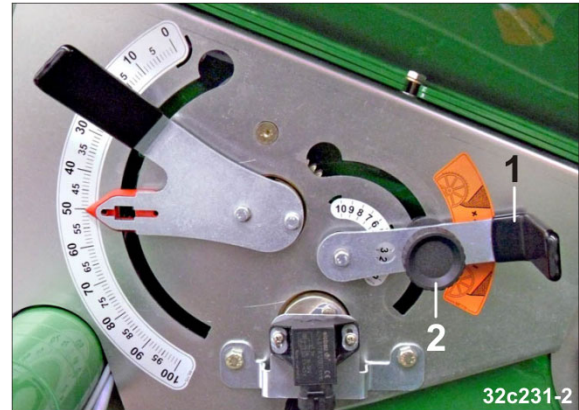

Fig. 168
1. Indstil såsædsspældet med håndtag (Fig. 168/1). Den foreløbige indstillingsværdi fremgår af tabellen (Fig. 167).
2. Sikre indstillingen med fingerskruen (Fig. 168/2).